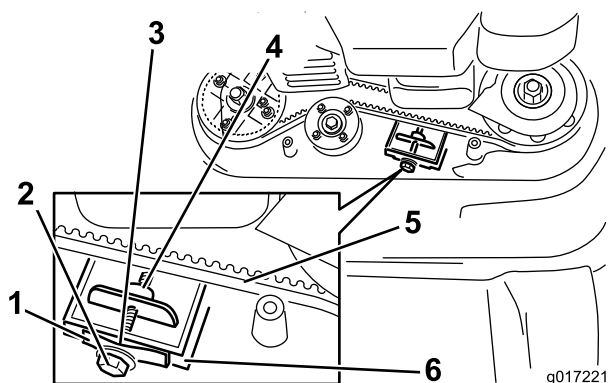

**Figura 38**
1. Remoção da cobertura do sistema de transmissão da lâmina (Figura 38).